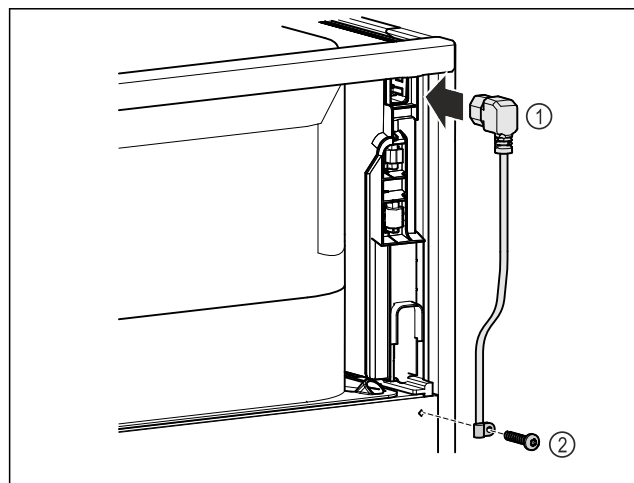

Fig. 8
- ▶ Introduceți mufa pentru puteri mici de la conductorul de racord la rețea Fig. 8 (1) pe partea posterioară a aparatului.
- ▶ Montați siguranța antismulgere. Fig. 8 (2)